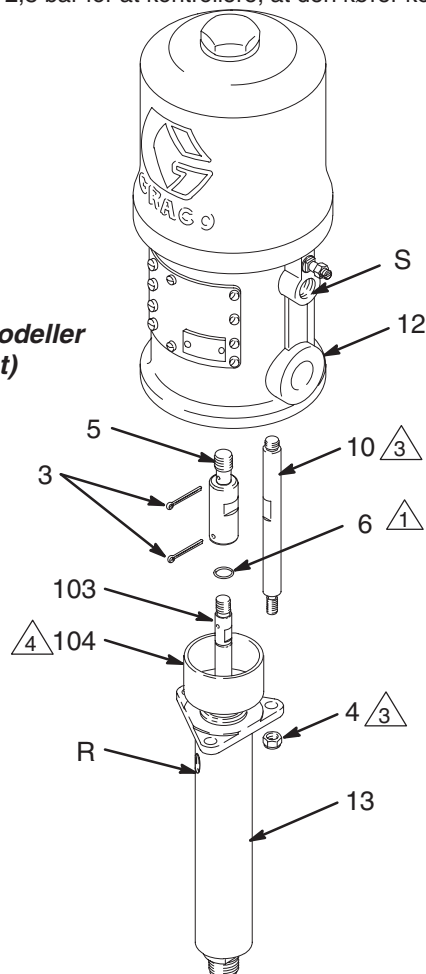

Fig. 3
Sørg for, at pakningsomløberen/smørekoppen (104) er fyldt op med Graco TSL-væske (Throat Seal Liquid) eller et foreneligt opløsningsmiddel for at forlænge pakningens levetid. Kontrollér en gang om ugen, at pakningsomløberen er tilspændt med et moment på 24 til 27 N.m; undgå at overspænde pakningsomløberen. Se Fig. 3 på side 11. Reducér trykket, før du justerer pakningsomløberen eller påfylder TSL.
2. Tag luft- og væskeslangerne af. Fjern pumpen fra dens monteringssted. Bemærk placeringen af væskeafgang (R) i forhold til luftindtaget (S). Se Fig. 3.
3. Skru låsemøtrikkerne (4) af forbindelsesstængerne (10). Fjern splitpinden (3). Fjern forsigtigt stempelpumpen (13) fra luftmotoren (12) eller adapteren (5, kun President-pumpe). Efterse O-ringen (6).
1. Smør O-ringen (6), og kontrollér, om den sidder korrekt på stempelstangen (103).
2. Drej pumpens væskeafgang (R) i forhold til luftindtaget (S) som anført under trin 2 i afsnittet **Frakobling af stempelpumpen**. Anbring stempelpumpen (13) på forbindelsesstængerne (10). Se Fig. 3.
3. Skru stempelstangen (103) ind i akslen på luftmotoren (12) eller adapteren (5, kun President-pumpe), indtil stifthullerne er ud for hinanden. Skru låsemøtrikkerne (4) løst på forbindelsesstængerne (10). Isæt splitpinden (3).
4. Montér pumpen, og tilslut alle slanger igen. Tilslut jordledningen igen, hvis den har været frakoblet under reparation. Tilspænd pakningsomløberen (104) med et moment på 24 til 27 N.m. Fyld smørekoppen med Graco Throat Seal Liquid eller et foreneligt opløsningsmiddel.
5. Tilspænd låsemøtrikkerne (4) på forbindelsesstængerne ensartet med det moment, der er anført på Fig. 3. Start pumpen, og lad den køre med et lufttryk på ca. 0,28 MPa; 2,8 bar for at kontrollere, at den kører korrekt.